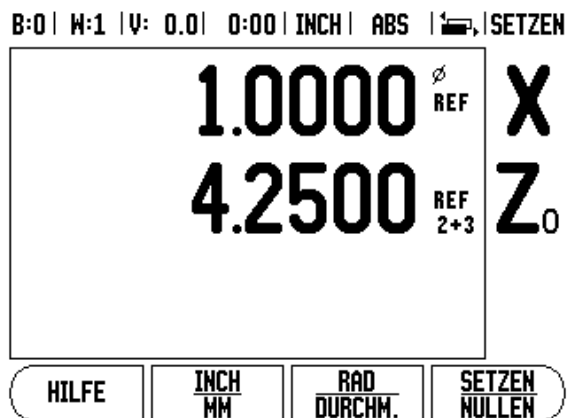

Abb. II.4 Z-Achskopplung aktiv
- ▶ Drücken Sie die numerische Taste, die dem Maßstabseingang auf der Rückseite des VUE zugeordnet ist. Mit den Softkeys **+** oder **-** koppeln Sie den ersten Eingang mit einem zweiten. Die Nummer der Eingänge werden neben der Achse angezeigt und geben an, dass es sich um eine gekoppelte Position handelt (z. B. 2 + 3). Siehe Abb. II.4.
Betätigen und halten Sie die Taste Z0 für ca. 2 Sekunden, wenn Sie die Z0-Achse und Z-Achse koppeln und die Summe der Verfahrswege in der Anzeige der Z0-Achse anzeigen lassen wollen. Die Summe der Verfahrswege der beiden Z-Achsen wird nun in der Anzeige der Z0-Achse angezeigt und die Anzeige der Z-Achse erlischt. Siehe Abb. II.4.